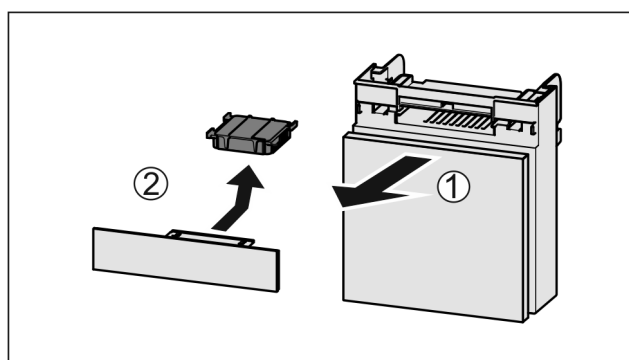

Fig. 116
- ▶ Extraire le compartiment par l'avant Fig. 116 (1).
- ▶ Sortir le filtre à charbon actif Fig. 116 (2).